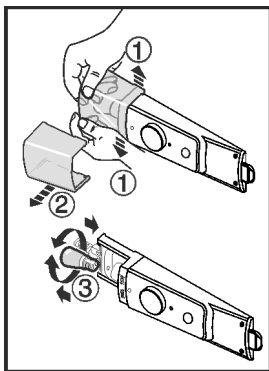

Fig. 14
- ▶ Розтиснути кришку лампи в сторони (зсередини, як показано на малюнку) в передній частині Fig. 14 (1) і зсунути вбік Fig. 14 (2).
- ▶ Замінити лампу. Fig. 14 (2)